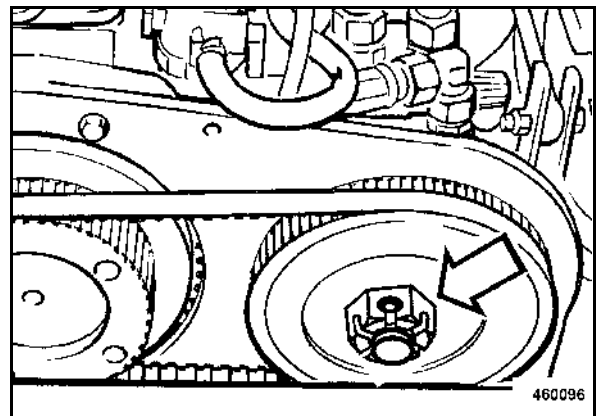

fig. 136
- Chasser la goupille fendue puis dévisser le contre-écrou (fig. 136) à la poulie de la courroie crantée de la pompe hydraulique.